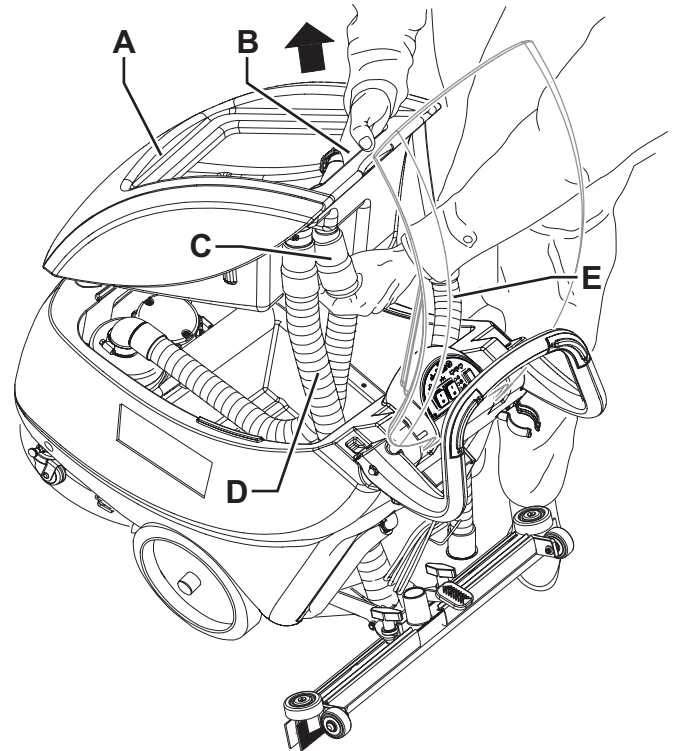

Abbildung 4
1. Den Schmutzwassertank (27), wie es im entsprechenden Abschnitt „Ausleeren der Tanks“ beschrieben ist, entleeren.
3. Überprüfen, ob der Netzkabelstecker (21) vom Stromnetz getrennt ist.
4. Ansaugrohr (22) von der Sauglippe (11) lösen.
5. Das Schmutzwasser-Ablassrohr (16) aus dem Halter (17) trennen.
6. Deckel (6) öffnen.
7. Den Schmutzwassertank (A, Abb. 4) im Bereich (B) fassen und leicht anheben.
8. Ansaugrohr (C) vom Tank abnehmen und Tank (A) mit den Leitungen (D) und (E) entfernen.